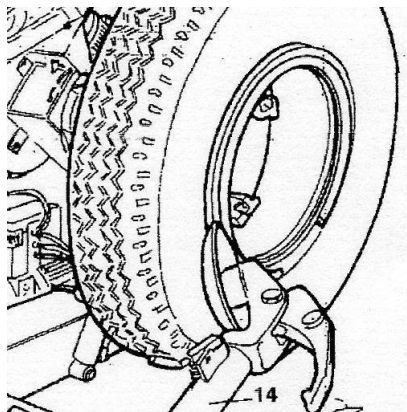

Рисунок 27
- Опустите рычаг устройства (поз. 14, Рисунок 27) в рабочее положение, пока он не защёлкнется в нужном положении.
– Переведите рычаг устройства отжима борта (поз. 14, Рисунок 27) от края обода обратно. Высвободите крюк-бортоотгибатель и наклоните рычаг в нерабочее положение.